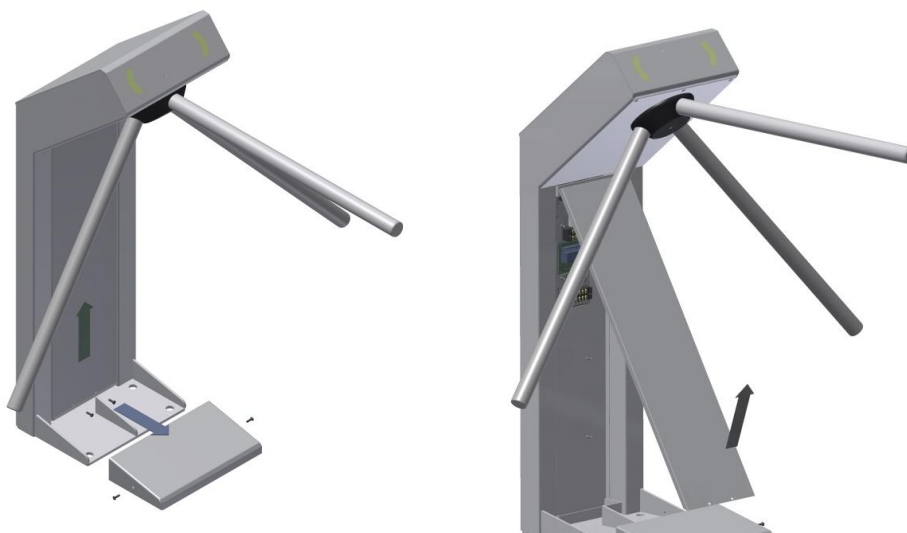

Рисунок 13 – Разборка кожухов турникета
- 1) Сначала снять нижний, а затем центральный кожухи (рис. 13).
6) После ввода кабелей через крепежные отверстия в основании турникета установить шурупы (рис. 13). Выровнять турникет. Зажать шурупы.